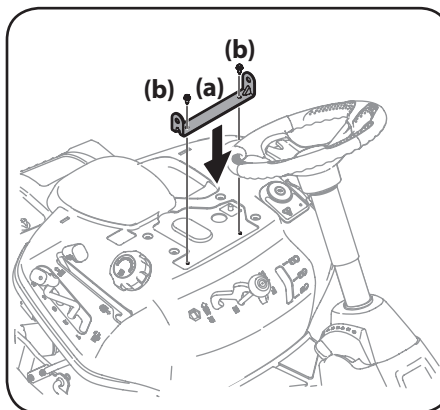

Figure 2-7
3. Alignez le support de siège (a) en place sur les trous d'où les deux vis autotaraudeuses (b) ont été retirés, voir la Figure 2-7.
4. Utilisez une clé à cliquet de 1/4" avec une douille de 3/8" pour fixer le support du siège et les deux vis autotaraudeuses (b) qui ont été installées à l'étape 2. Voir la Figure 2-7.